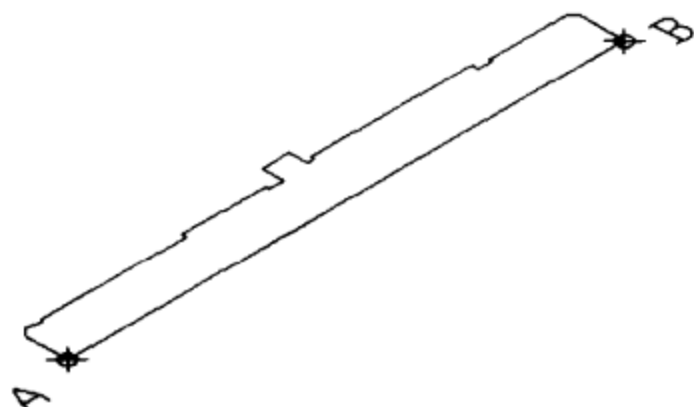

图 11-3 三维轮廓草图
(2) 单击【修改】工具条【面域】命令按钮，框选全部轮廓草图，将轮廓草图形成面域。
(3) 单击【视图】工具条【西南等轴测视图】命令按钮，进入三维空间绘图环境如图 11-3 所示。
捕捉 A 点为旋转轴的起点, 如图 11-3 所示。
捕捉 B 点为旋转轴的端点, 如图 11-3 所示。